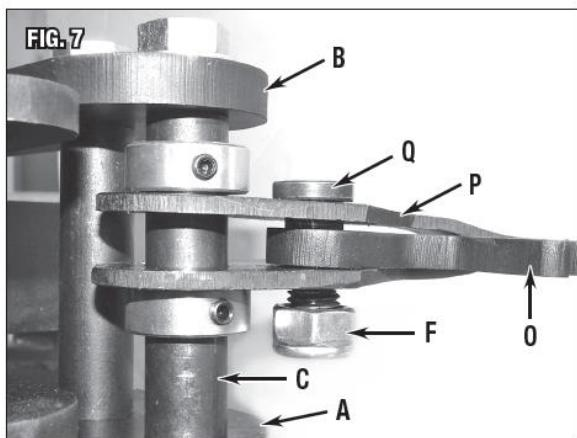

Рис. 7
2. Вставить весь узел между верхней и нижней пластины рамы, затем вставить болт (D) M18 через обе пластины и узел трещотка/рычаг (Рис. 7).